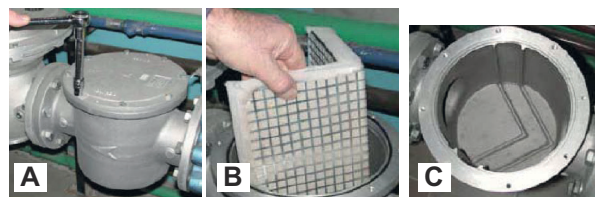

Fig. 2 -
1. Applicare VD su VB, fig. 2+3.